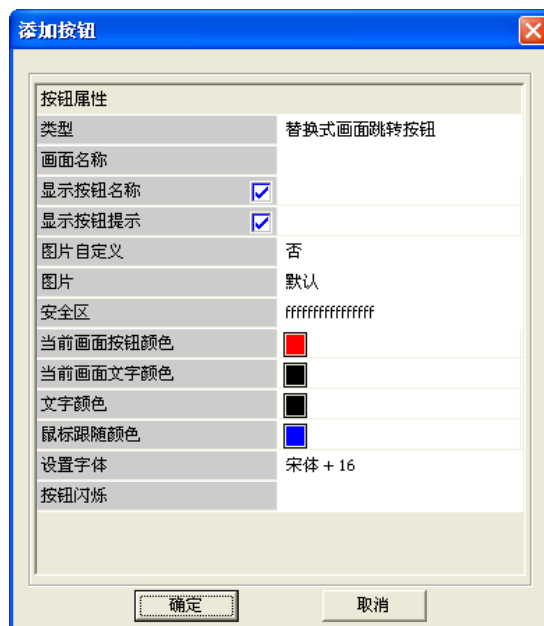

图 8-203 添加新按钮窗口
- (1) 在如图 8-203 所示的右键菜单中点击“添加按钮”菜单，弹出按钮添加窗口，如图 8-197 所示。